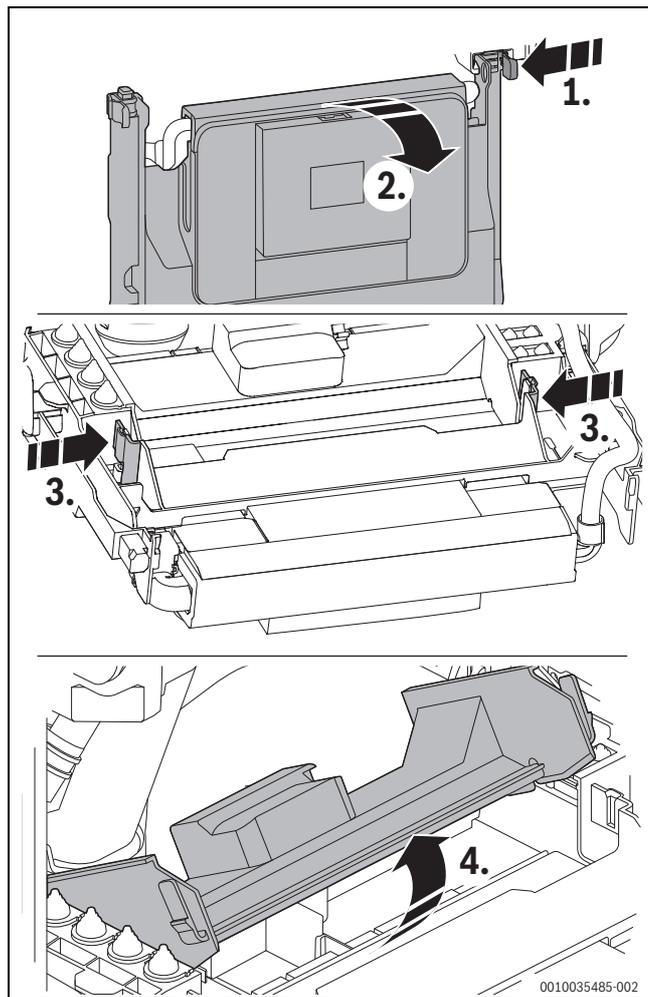

Fig. 32 Ouvrir l'appareil de commande
- ▶ Rabattre l'appareil de commande (→ fig. 32).